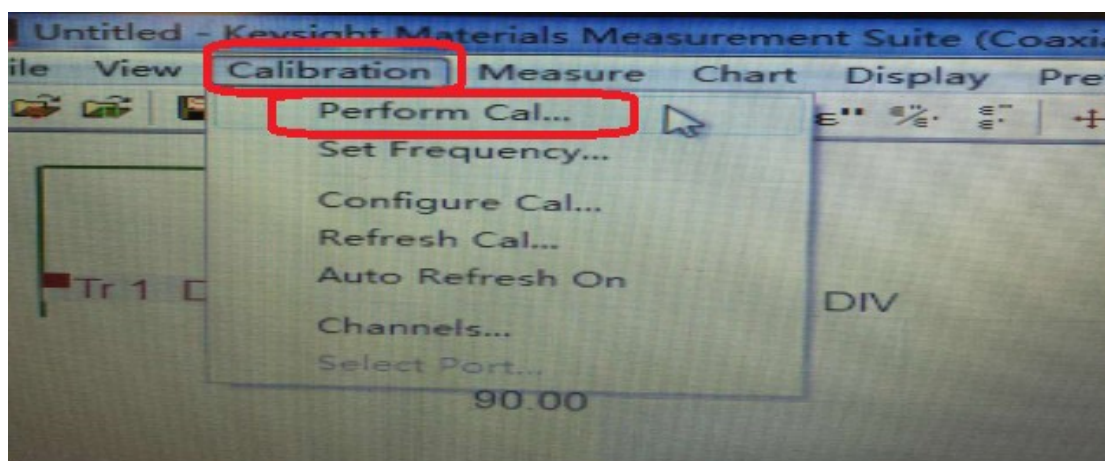

图 10.校准参数设置
- (3) 设置完毕后，如图 10 所示，选择【Calibration】下的【Perform Calibration】之后安装软件上给出的提示，分别用空气、短路器件、去离子水对仪表进行校准。